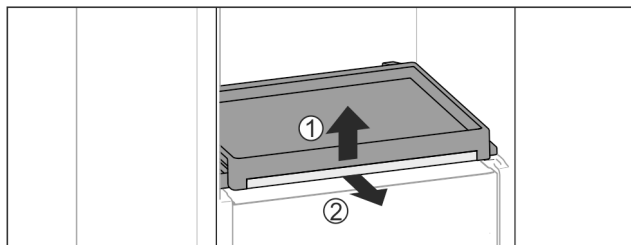

Fig. 95
- ▶ Слегка приподнимите спереди стеклянную полку Fig. 95 (1) и потяните вперед Fig. 95 (2).